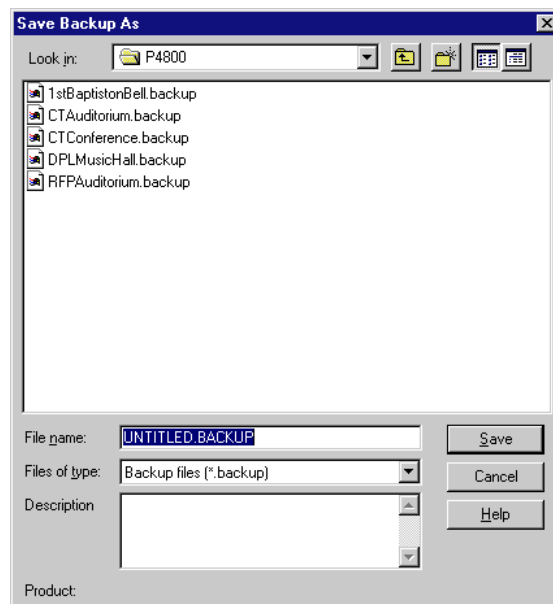

Figura 22 – Cuadro de diálogo para guardar la copia de respaldo con nombre nuevo
7. Se visualiza el cuadro de diálogo de guardar copia de respaldo como, el cual se ilustra en la Figura 22.
2. Se visualiza el cuadro de diálogo de abrir copia de respaldo, el cual es similar al de guardar copia de respaldo ilustrado en la Figura 22.